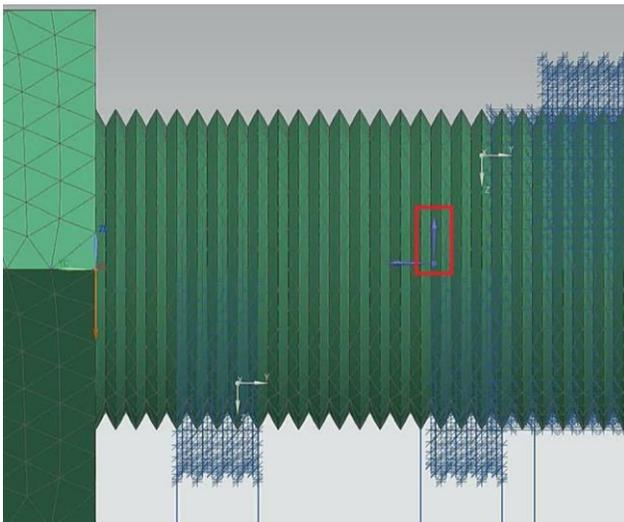
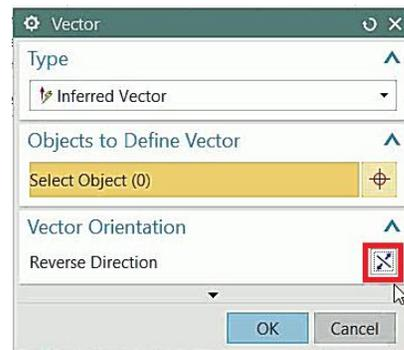

Figura 5.40 Elegir eje z como vector de referencia.
Figura 5.41 Revertir dirección del vector.
- Abrimos el **Vector Dialog** y seleccionamos el eje Z en el sistema de coordenadas que aparece en la pieza (Figura 5.40). Damos click en **Reverse direction** (Figura 5.41).